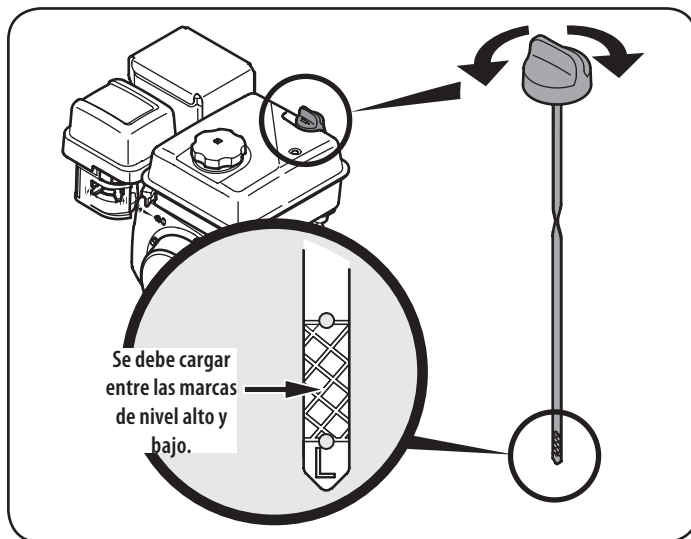

Figura 8
2. Retire el tapón de llenado / varilla de medición y limpie la varilla. Véase la Figura 8.
4. Retire el tapón de llenado / varilla de medición. Si el nivel está bajo, agregue lentamente el aceite hasta el nivel de aceite entre los registros de alta (H) y baja (L), la Figura 8.